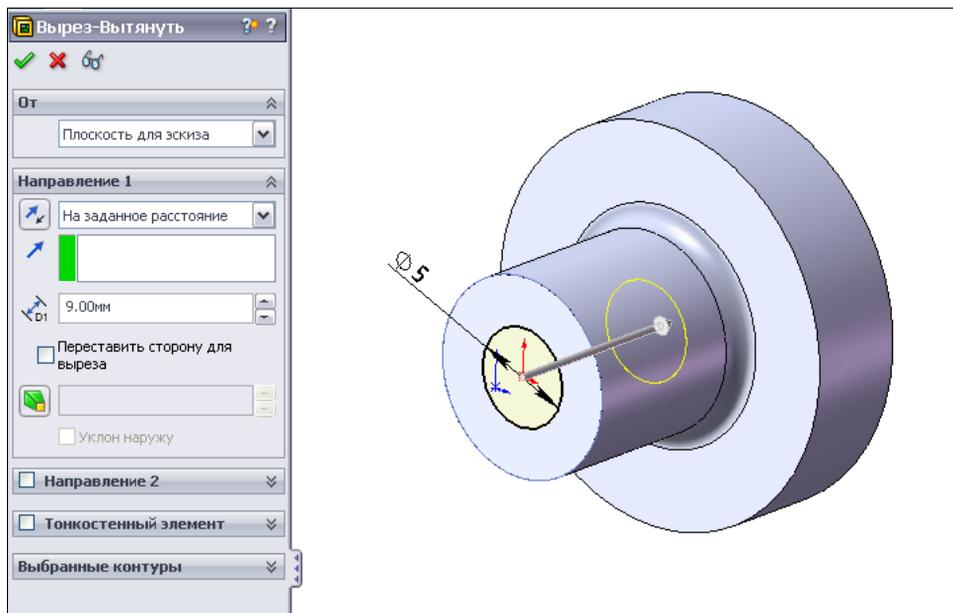

Рис. 2.126
12. Построим отверстие кнопки. На плоской поверхности ножки кнопки создадим эскиз отверстия, а затем нажмем кнопку  — **Вытянутый вырез** на панели инструментов **Элементы**. Вытянем вырез на 9 мм (рис. 2.126).